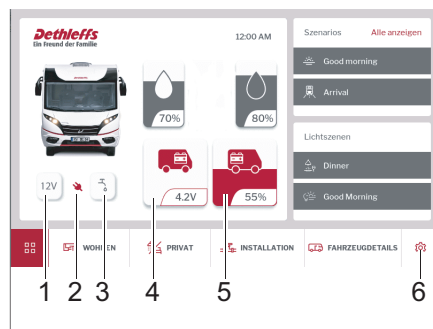

Fig. 279 Página de inicio del System Control Display
- Pantalla de inicio (Fig. 279)